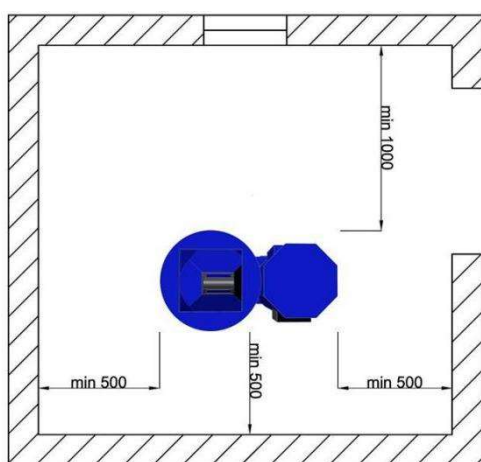

Рис. 5 Расположение котла в помещении котельной
6.1.11. Расположение котла в помещении с учетом необходимого для обслуживания пространства показано на рис. 5.